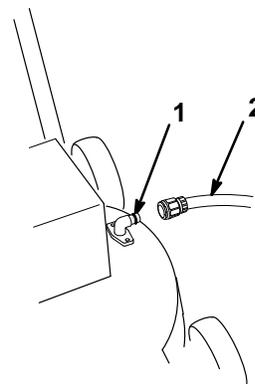

Figure 18
2. Fixer un raccord rapide (vendu séparément) au bout du tuyau d'arrosage, et l'utiliser pour raccorder le tuyau au raccord de rinçage de la tondeuse (Fig. 18). Ouvrir l'eau en grand.